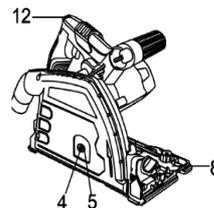
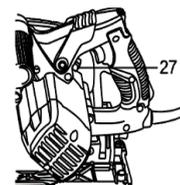

Рис.1
Рис.2
2. Нажмите фиксатор погружения (12), вращайте диск по часовой стрелке, пока шпindel (4) и окно защитного кожуха (5) не совпадут (рис. 1)
3. Вставьте 5-мм шестигранный ключ в крепежный болт диска (4). (Рис. 1)
4. Нажмите на фиксирующий рычаг шпинделя (27) (рис. 2) и поверните крепежный болт против часовой стрелки, снимите крепежный болт и внешний фланец (Рис. 1).
ПРИМЕЧАНИЕ: Нажмите на фиксирующий рычаг шпинделя (27) (Рис.2) и затягивайте крепежный болт диска по часовой стрелке, пока фиксирующий рычаг не тронет шпиндель.